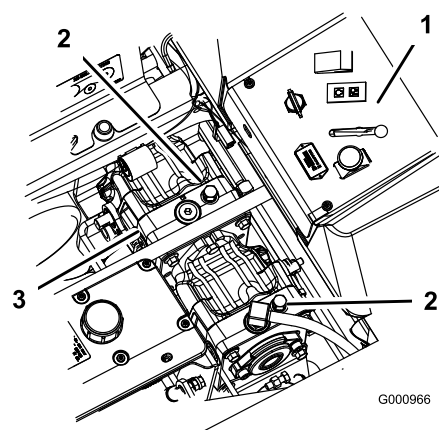

Figure 22
2. Tournez les vannes de dérivation d'un tour dans le sens anti-horaire pour pousser la machine. Cela permet au liquide hydraulique de contourner la pompe et aux roues de tourner (Figure 22).
Tournez les vannes de dérivation d'un tour dans le sens horaire pour conduire la machine (Figure 22).